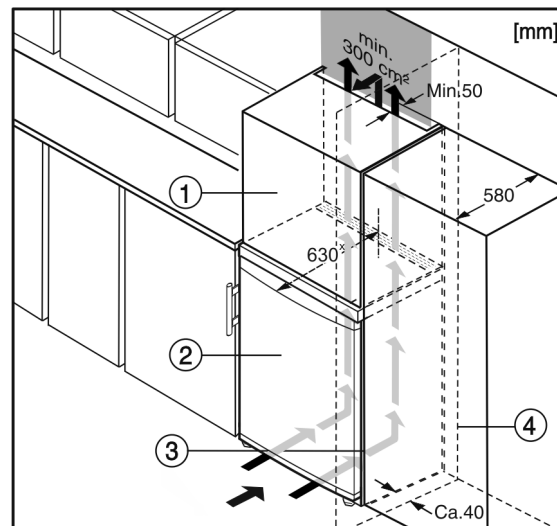

Fig. 6
- (1) Aufsatzschrank
- (2) Gerät
- (3) Küchenschrank
- (4) Wand
Das Gerät kann mit der Kücheneinrichtung umbaut werden. Um das Gerät Fig. 6 (2) der Küchenzeilenhöhe anzugleichen, kann über dem Gerät ein entsprechender Aufsatzschrank Fig. 6 (1) angebracht werden.*
Beim Umbau mit Küchenschränken (Tiefe max. 580 mm) kann das Gerät direkt neben dem Küchenschrank Fig. 6 (3) aufgestellt werden. Das Gerät steht seitlich 34 mm* und in der Gerätemitte 50 mm* gegenüber der Küchenschrankfront vor.*
Wenn das Gerät mit den Scharnieren neben einer Wand Fig. 6 (4) aufgestellt wird, muss der Abstand zwischen Gerät und Wand mindestens 40 mm betragen. Dies entspricht dem Griffüberstand bei geöffneter Tür.